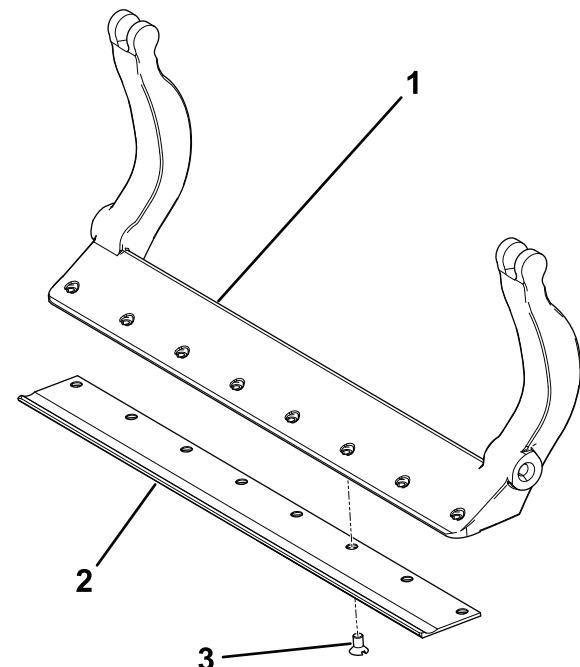

Figura 34
3. Aplique composto antigripagem nos parafusos e instale a lâmina de corte na barra de apoio da seguinte forma (Figura 34):
- A. Aperte os dois parafusos exteriores com 1 N·m; consulte a Figura 34.
consulte a Figura 34.